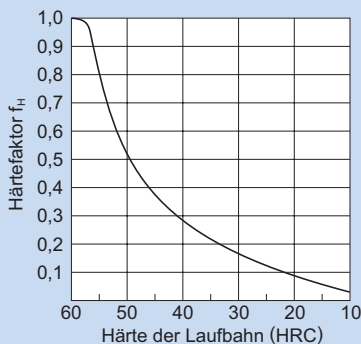

Abb. 1
- C : Dynamische Tragzahl*1 (N)
- P_C : Berechnete Belastung (N)
- f_H : Härtefaktor (siehe Abb. 1)